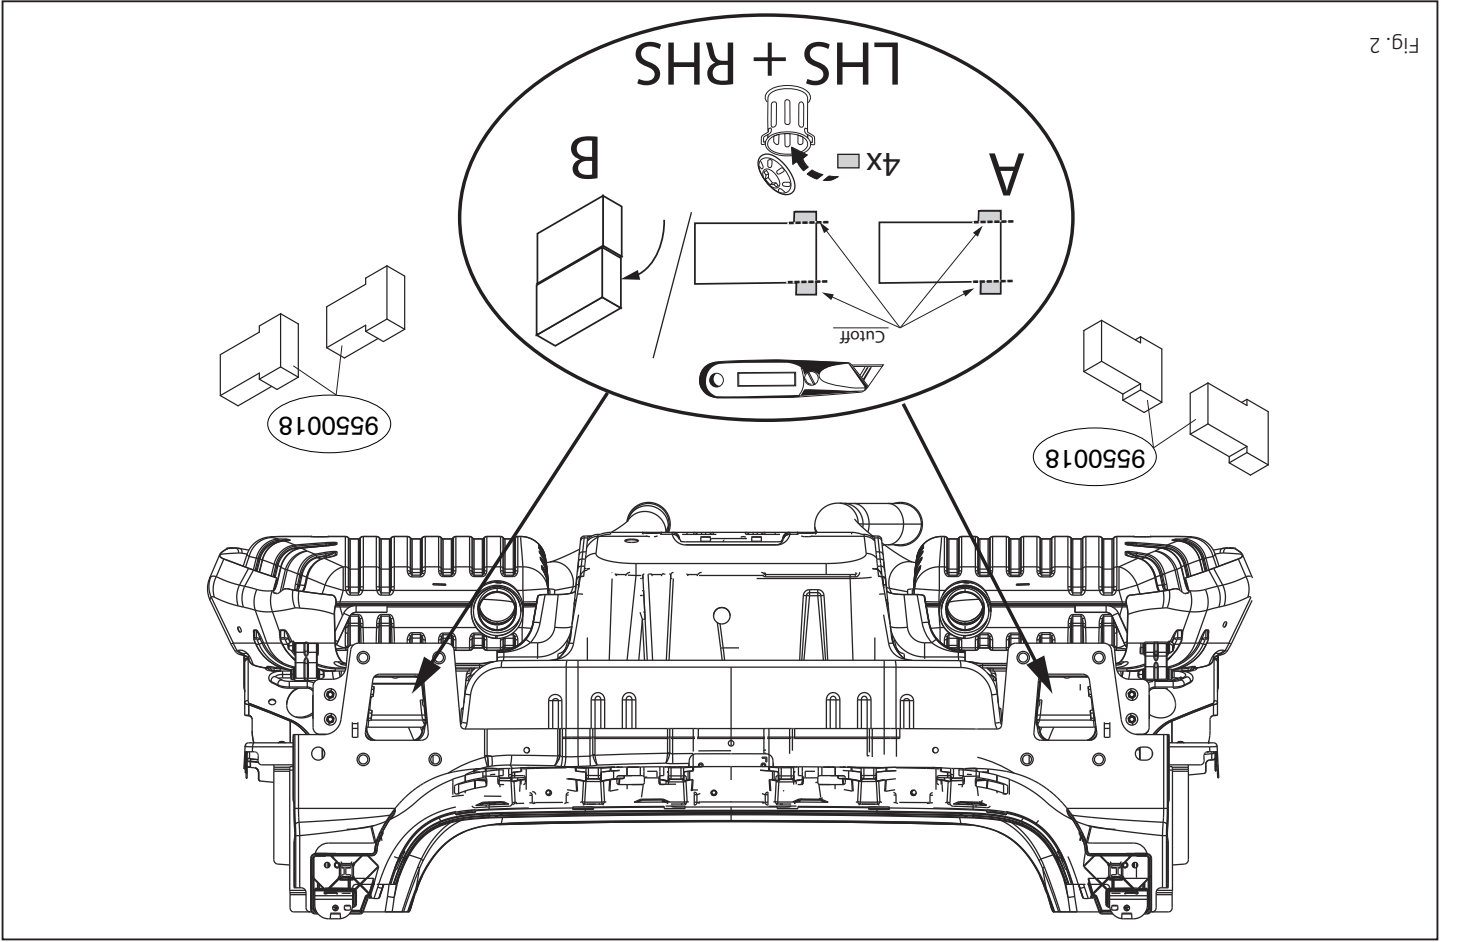

Fig. 2
3. Plaats de vier PE schuimblokken als afdichting in de chassisbalken. (zie fig. 2)
3. Place the four PE foam blocks as sealing in the chassis members. (see fig. 2)
3. Die vier PE-Schaumblöcke als Dichtung in den Fahrgestellträger einsetzen. (siehe Abb. 2).
3. Placer les quatre blocs de mousse en polyéther en guise de colmatage dans les longérons de châssis. (voir la fig.2).
3. Placera de fyra PE-skumblocken som tätning i chassibalkarna. (se fig. 2)